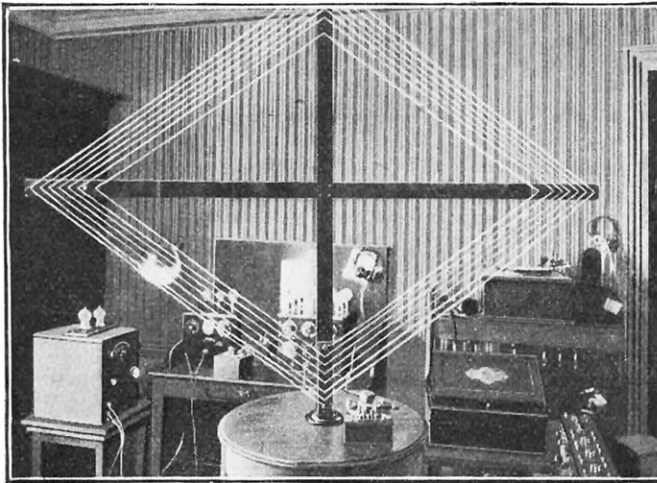

FIG. 1. — CADRE EN SPIRALE PLATE MONTÉ SUR SUPPORT PIVOTANT
M. Hémardinquer, qui a étudié spécialement le problème de la réception sur cadre aux plus grandes distances, nous a communiqué le résultat sommaire des essais entrepris. Le cadre doit être bobiné en spirale plate, comme le montre la figure 1 ; l'armature est composée de deux croissillons de 1 m. 50
L'accord se fait simplement (fig. 1) à l'aide du condensateur variable à air indiqué sur la photographie et qui est placé en dérivation sur les fils d'arrière du cadre. On ne peut employer un amplificateur à résistances, son rendement est, en effet, très médiocre au-dessous de 1.500 mètres; on ne peut non plus se contenter d'un détecteur à lampe, ou à galène, suivi d'amplificateur à basse fréquence. La détection ne se fait bien, en effet, que si les signaux à détecter ont déjà une certaine intensité.